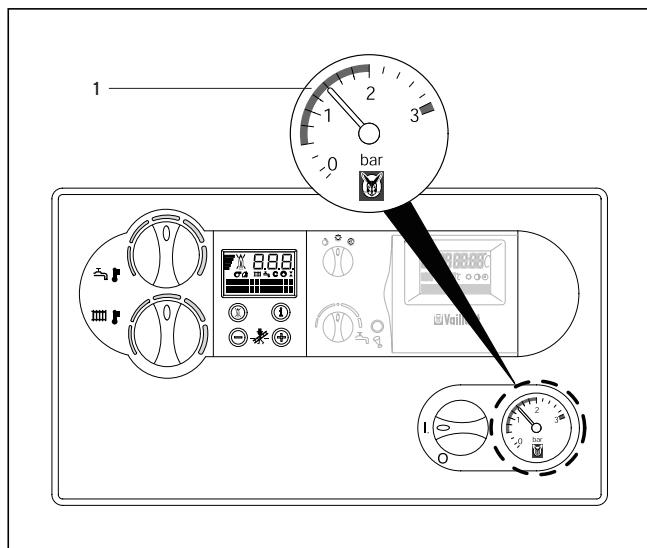

Fig. B.13: Vandpåfyldning af gaskedlen/centralvarmeanlægget
Til på- og efterfyldning af centralvarmeanlægget kan man normalt anvende almindeligt vandværksvand. I undtagelsestilfælde kan der dog være tale om en meget afvigende vandkvalitet, som eventuelt ikke er egnet til påfyldning af et centralvarmeanlæg (meget korroderende eller kalkholdigt vand). Henvend Dem i så fald til VVS-installatøren. Anvend ingen tilsætningsmidler til vandrensning, udover dem som Vaillant anbefaler. For at centralvarmeanlægget fungerer korrekt skal viseren på manometeret (1) stå i området mellem 1,0 og 2,0 bar for driftstrykket, når anlægget er koldt (fig. B.13). Står viseren under 0,8 bar, så fyld tilsvarende vand på. Ved centralvarmeanlæg, der forsyner flere etager med varme, kan det være nødvendigt med et højere driftstryk på manometeret for vandstanden i anlægget. Spørge VVS-installatøren om dette. Sørg for, at Deres VVS-installatør viser Dem påfyldningsarmaturerne og forklarer vandpåfyldningen hhv. aftapningen af centralvarmeanlægget.